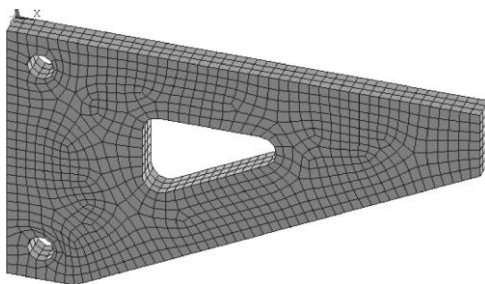

Рисунок 5.1 – Модель кронштейна
1. Завантажте базу даних моделі кронштейна (рис. 5.1). У моделі вже створено вільну сітку тривимірних 20-вузлових кінцевих елементів SOLID95.